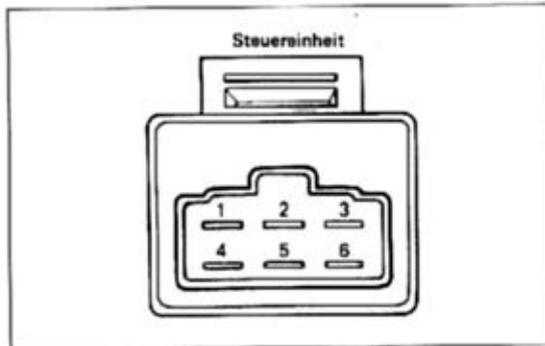

Bild 54
● Pluspol von voll geladener 12-V-Batterie an Klemmen ① und ② anschliessen; Minuspol an Klemme ⑤ (Bild 54).